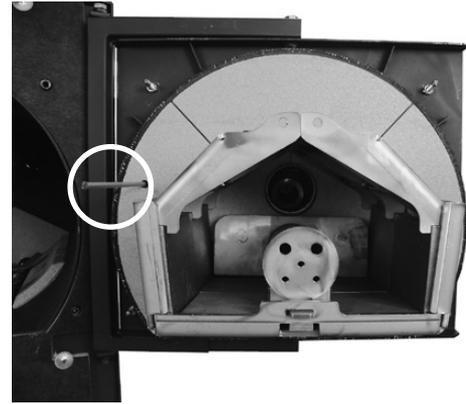

Bild 20
10. Rückstände im Brenner **sorgfältig herausaugen** - vor allem im hinteren Bereich (direkt unterhalb der Einschubschnecke); **es dürfen hier keine Rückstände in den Luftlöchern verbleiben**. Brenner auch oben absaugen. Asche am Brennkammerfühler (Bild 20) abwischen.